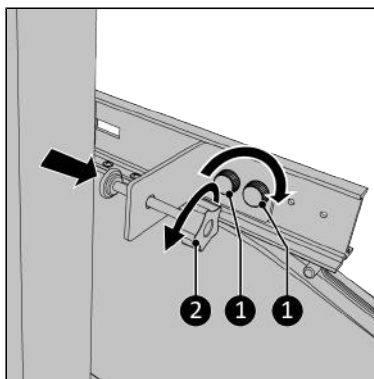

Figure 195.
12. Resserrez complètement la vis de fixation (Figure 195, pos. 2).
15. Vissez le support de fixation sur le rail principal au moyen des deux vis à bouton (Figure 195, pos. 1).